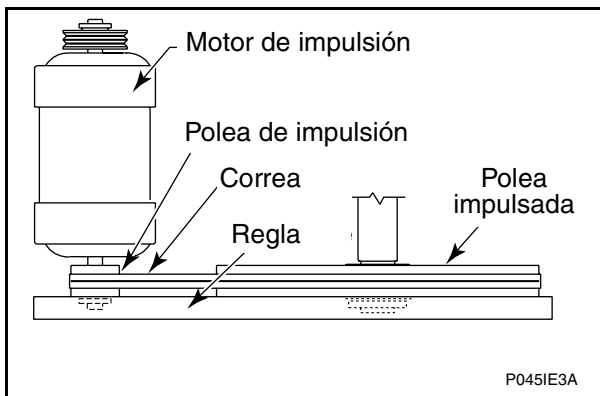

Figura 20
- c. Verifique que las correas trapeciales estén bien alineadas comprobando la alineación de las poleas. Coloque una regla a través de ambas caras de la poleas. La regla debe hacer contacto con las poleas en cuatro lugares. Vea la Figura 20.